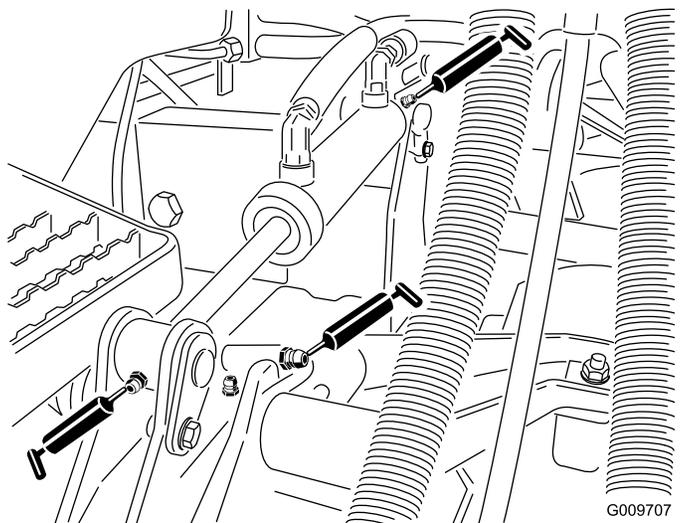

Рисунок 26
- Втулки рычага подъема (1 на каждой деке) (Рисунок 26)
- Втулки гидроцилиндра подъема (2 на каждой деке) (Рисунок 26)